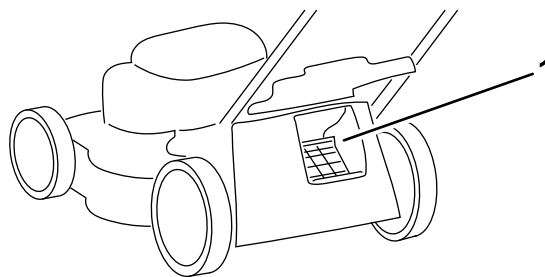

Figura 17
**Importante:** Para asegurar un funcionamiento correcto, apague el motor, espere a que se detengan todas las piezas en movimiento, y luego retire cualquier recorte de hierba y otros residuos de la tapa de embolsado a pedido y del hueco adyacente (Figura 17) antes de